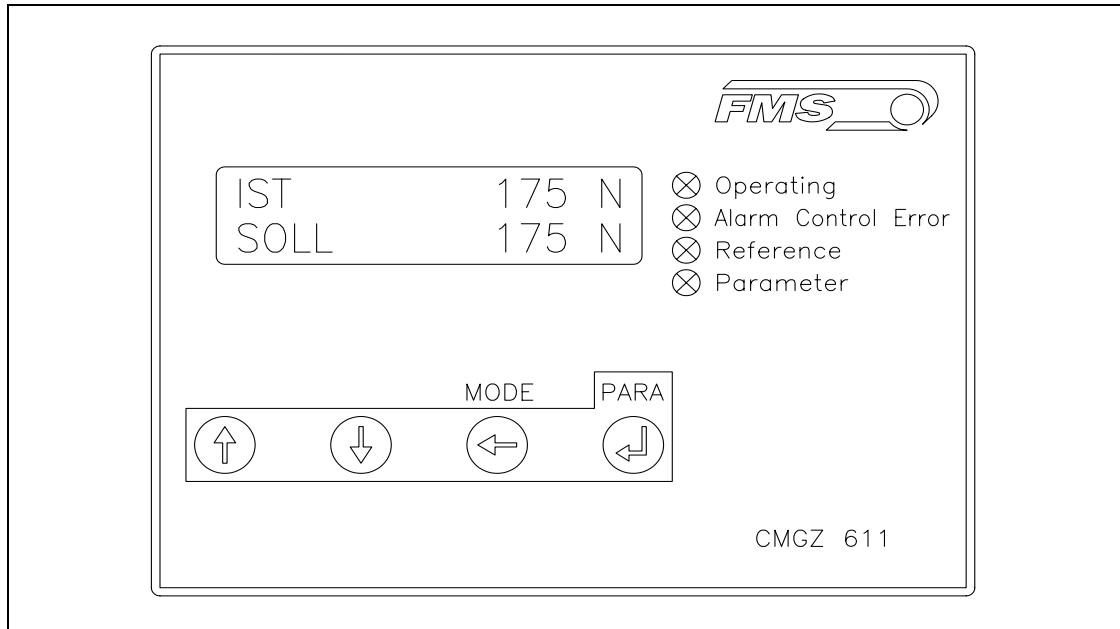

Bild 14: Bedienpanel CMGZ611A
- Offset ermitteln durch Drücken der Taste \leftarrow während drei Sekunden (Bild 14). Die Elektronik berechnet automatisch den neuen Offset. Die Anzeige kehrt zurück ins Hauptbild.